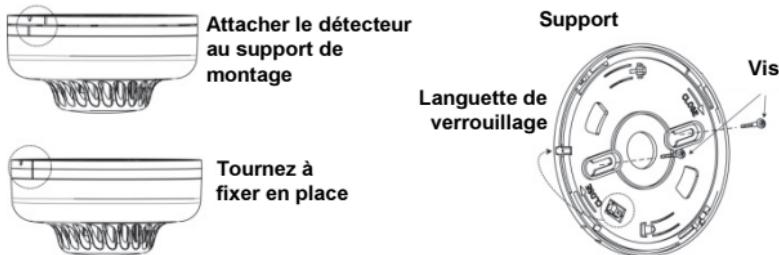

Figure 7: Installation du détecteur de fumée et de chaleur
Pour installer le détecteur (voir figure 7)
2. Retirez la goupille de verrouillage fixant le support de montage à l'unité (voir figure 7).
6. En vous servant des vis fournies, fixez le support au mur selon la figure 7.
Insérez la goupille de verrouillage afin de fixer le support de montage au détecteur (voir figure 7).